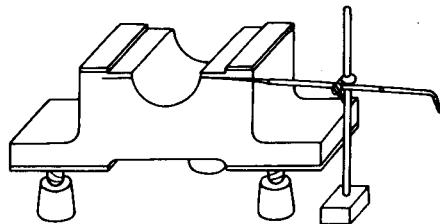

图 1-2 立体划线
② 立体划线 要同时在工件上几个不同方向的表面上划线才能明确表示出加工界线的方法称为立体划线如图 1-2 所示。